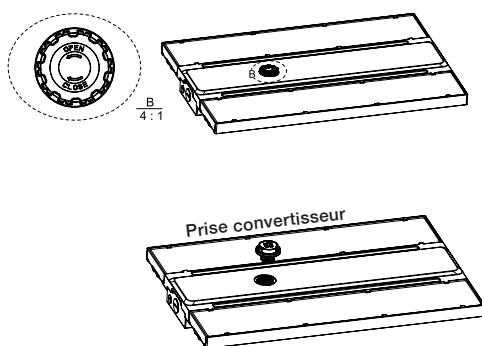

Figure 6
Étape 1. Suivez les instructions sur la fiche et dévissez-la à la main. (Figure 6)